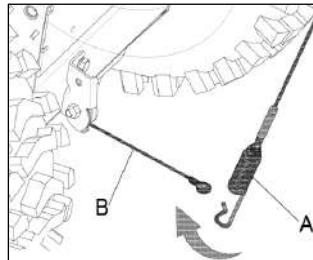

Рис. 3
4. Вставьте сторону (А) рычага регулировки желоба (Рис. 3) в отверстие в панели, затем соедините другую сторону (В) (Рис. 3) с точкой (А) (Рис. 4) на желобе. И закрепите их шплинтом.
Соедините левый трос (A) панели управления с тросом (B) коробки передач (Рис. 3).